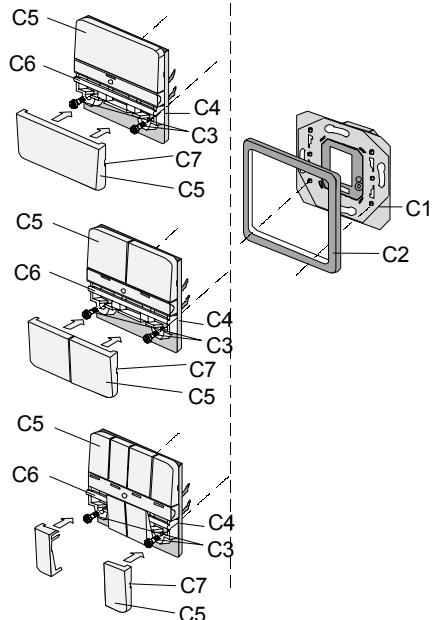
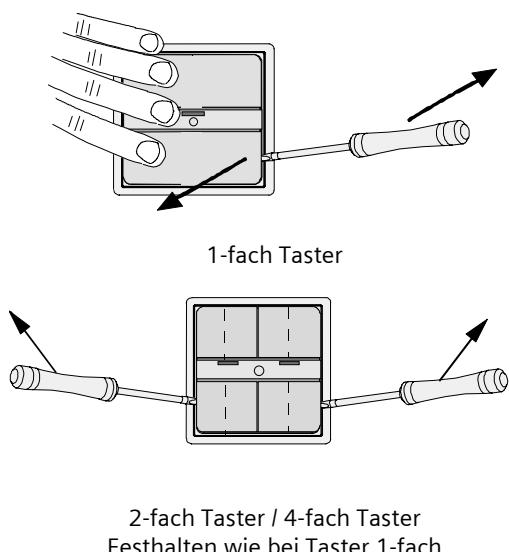

Bild 3: Montagereihenfolge
Bild 4: Herausdrücken der Tasterwippen
- Stecken Sie das Tastermodul (C4, Bild 3) gemeinsam mit dem Rahmen (C2) auf den Busankoppler UP (C1) und drücken es fest zusammen.
- Bei Verwendung der Befestigungsschrauben (C3) zuerst die Tasterwippen (C5) gemeinsam herausdrücken. Schraubendreher zwischen den Rahmen in die Aussparung (C7 stecken und herausheben (Bild 4). Wichtig dabei: Das Tastermodul (C4, Bild 3), die Tasterwippen (C5) plus Rahmen (C2) fest halten / andrücken.
- Den Taster (C4, Bild 3) komplett mit dem Rahmen (C2) von dem Busankoppler UP (C1) abziehen: